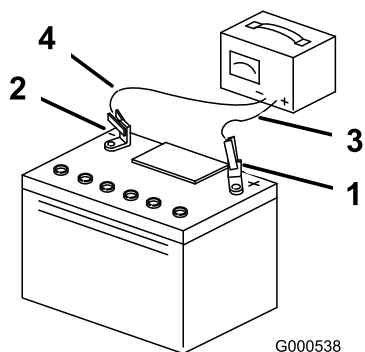

Figure 30
3. Quand la batterie est chargée au maximum, débranchez le chargeur de la prise, puis débranchez les fils du chargeur des bornes de la batterie (Figure 30).